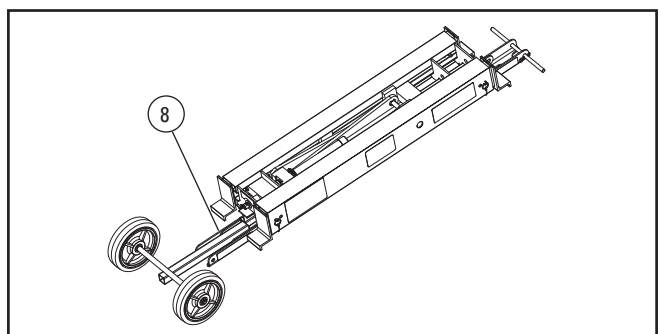

Bild 22 Wagenmontage 4
- 5 Prüfen Sie, ob der Flex-Lifter™ sicher am Radgestell befestigt ist und die Griffstange fest sitzt (siehe Abbildung 22).